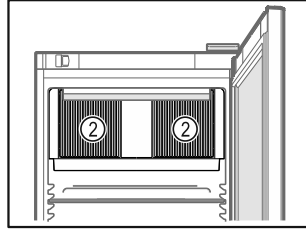

Fig. 63
- ❑ No obstruir la ranura de ventilación Fig. 63 (2) del ventilador de recirculación de aire del interior.